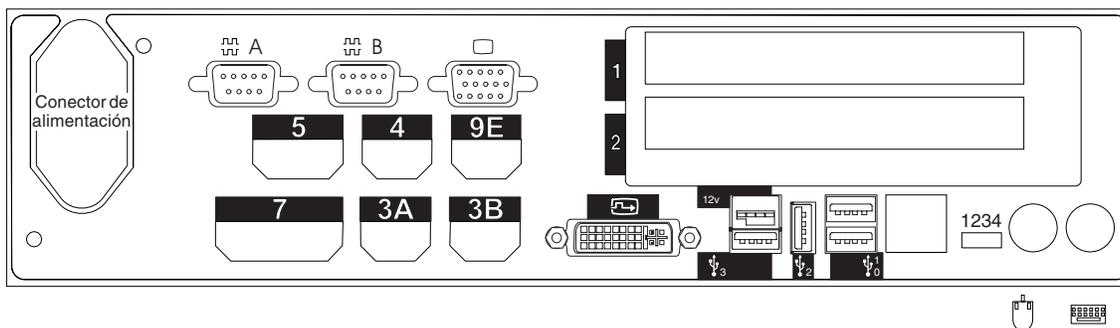
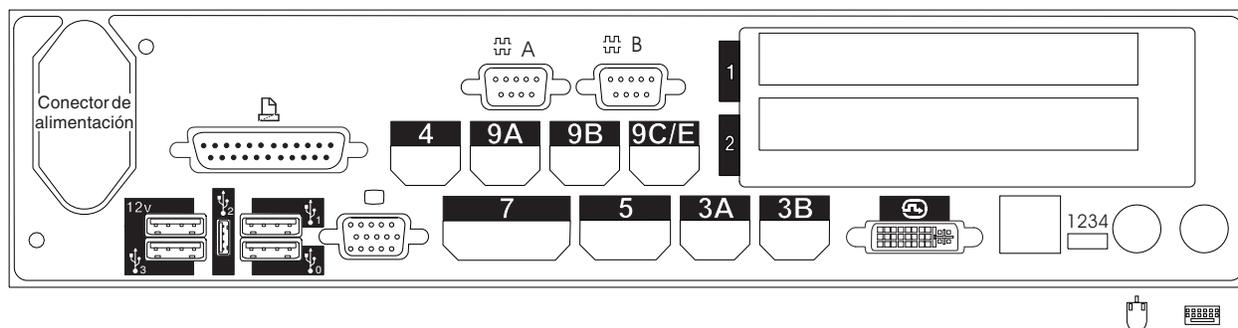

Figura 121. Parte posterior del Terminal de Punto de Venta IBM 4694-307
Figura 122. Parte posterior del Terminal de Punto de Venta IBM 4694-347
10. En la Figura 121 y en la Figura 122 en la página 345 marque con una X los zócalos a los que se conectan los dispositivos POS.